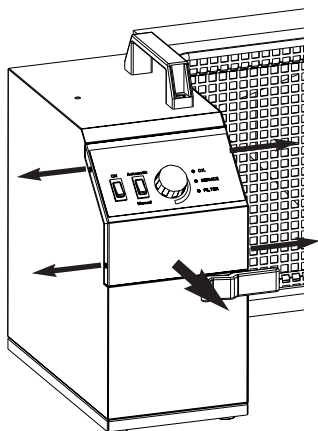

Abb. 5a
- Lösen Sie die 4 Schrauben der Frontplatte (Abb. 5a) und stellen Sie diese vorsichtig mit den verbundenen Kabeln zur Seite.